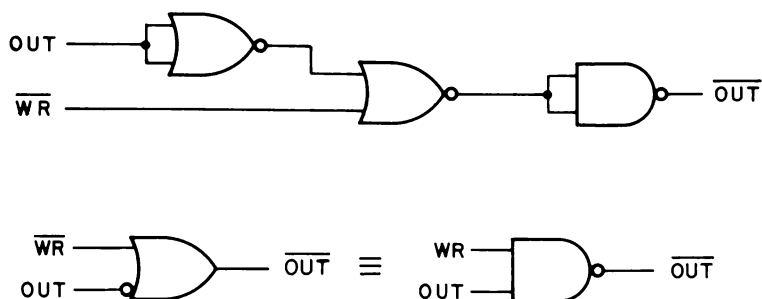

Fig. 6-13. Circuiteria logica per la generazione del segnale di controllo  $\overline{OUT}$
Notate che in nessun altro momento il bit di stato  $OUT$  si trova a livello logico 1. Questa condizione vi permette unicamente di determinare due importanti condizioni che si verificano simultaneamente: (1) il codice dispositivo di I/O è presente sotto forma di due byte a 8 bit identici sul bus degli indirizzi di memoria a 16 bit, e (2) i contenuti dell'accumulatore sono presenti sul bus di dati bidirezionale esterno a 8 bit. Queste condizioni si verificano *solo quando sul bit di stato  $OUT$  viene effettuato un latch a livello logico 1*. Chiaramente, il bit di stato  $OUT$  si può usare per generare gli impulsi di selezione dispositivo che possono fornire impulsi di strobe dall'accumulatore ad uno specifico dispositivo di uscita. Nella Fig. 6-8 è disegnata una freccia verticale verso il fondo della figura per indicare il momento in cui sui dati in uscita dall'accumulatore può essere effettuato un latch da parte di un dispositivo esterno. Un microcomputer 8080 genererà un impulso  $\overline{OUT}$  di 500 ns nel periodo in cui il bit di stato  $OUT$  è a livello logico 1. Nella Fig. 6-13 vedete l'insieme di circuiti logici usati per questo, cioè un semplice gate NAND a due ingressi che viene abilitato solo quando  $WR$  e  $OUT$  sono entrambi a livello logico 1. L'ampiezza d'impulso di 500 ns è una conseguenza dell'ingresso  $\overline{WR}$  che rimane a livello logico 0 solo per 500 ns, come si può vedere nella Fig. 6-7.